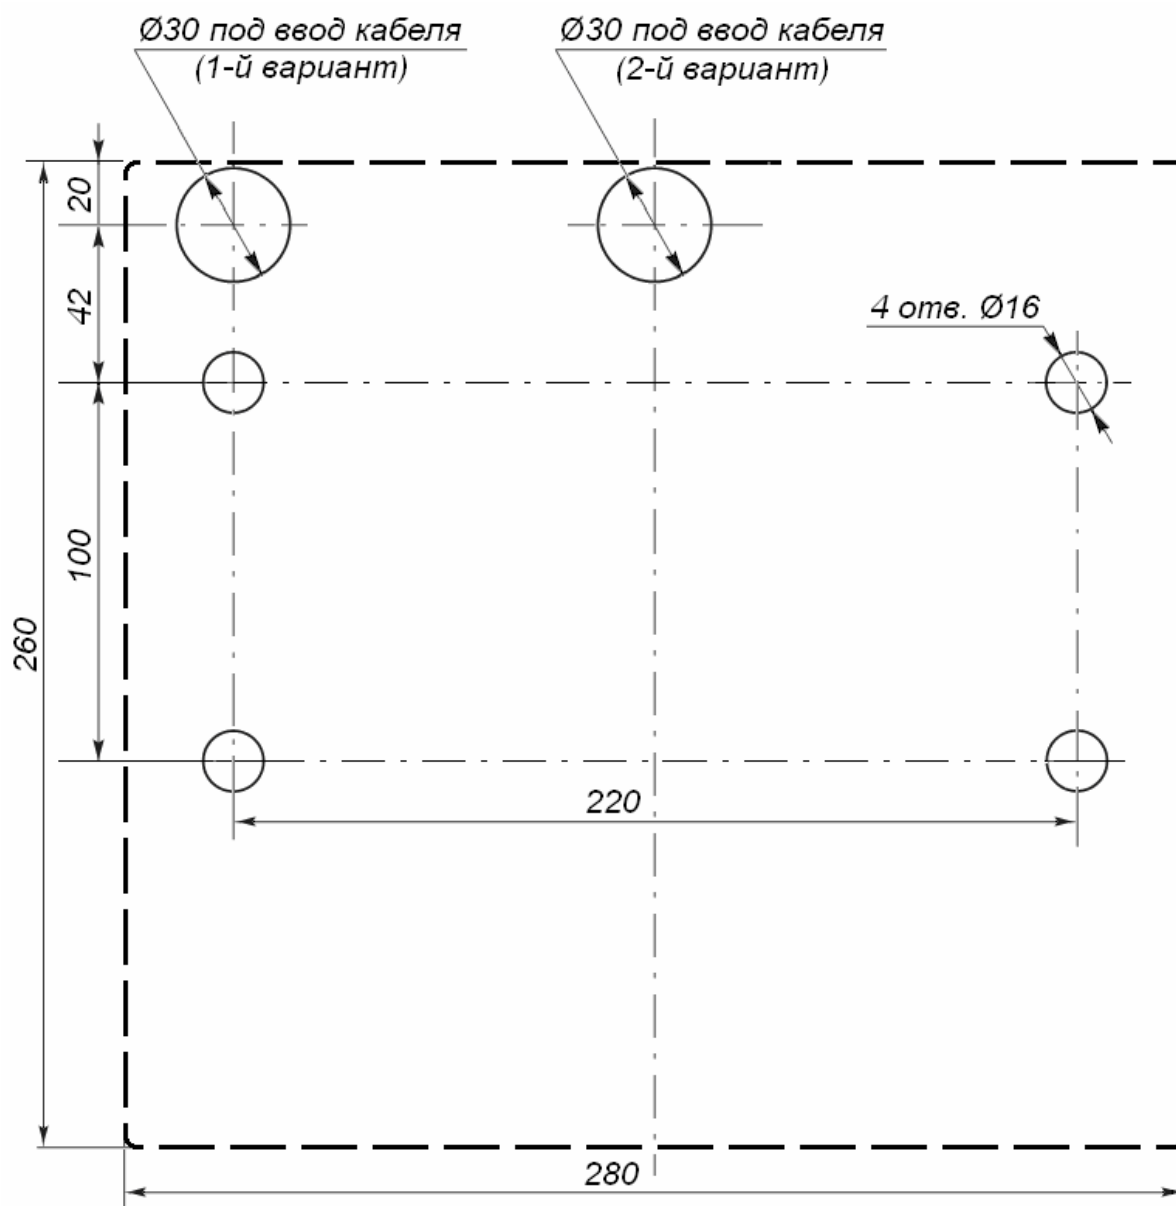

Рисунок 9 Разметка отверстий в полу под крепление стойки турникета и отверстия для ввода кабелей (пунктиром показаны габариты основания турникета)
2. Подготовьте в полу отверстия под гильзы анкеров (13) для крепления стойки турникета (см. рисунок 9) и кабельные каналы согласно планировке проходной. При необходимости прокладки кабелей под поверхностью пола подготовьте в полу кабельный канал, подходящий к отверстиям для ввода этих кабелей в стойку турникета (вариант 1 или 2 на рисунке 9).